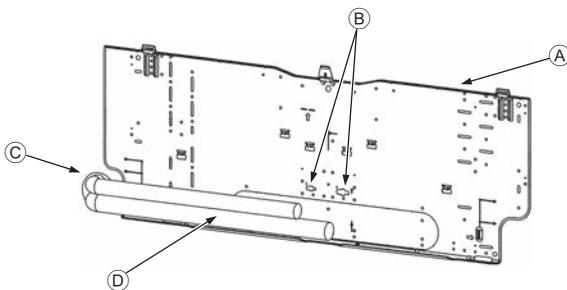

Fig. 3-5
- ① Mín. 120 mm, 4-11/16 in. (617,6 mm, 24-5/16 in. o más con la instalación del bomba opcional de drenaje)
- ② Mín. 220 mm, 8-11/16 in.
- ③ Mín. 70 mm, 2-3/4 in. (130 mm, 5-1/8 in. o más con la instalación de tuberías de la parte izquierda, posterior izquierda o inferior izquierda y del bomba opcional de drenaje)
- ④ Tornillos de fijación (4 × 25) ②
- ⑤ Nivel
- ⑥ Placa de montaje ①
3.3. Cuando coloque los tubos en la pared (Fig. 3-5)
- ① Placa de montaje ①
② Marca de referencia de la conexión abocinada
③ Orificio pasante
④ Tuberías locales